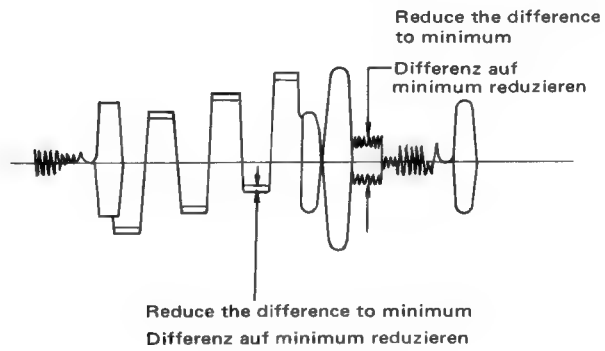

Fig. 39 Abb. 39
4. Adjust DL adj. control (R622) to reduce B-Y signal to zero as in fig. 39.
5. Adjust DL matching transformers L608 and L609 to reduce the difference of 1H and 2H signal to zero as in fig. 39.
4. Mit dem Regler der Verzögerungsleitung (R622) das B-Y-Signal auf Null bringen wie in Abb. 39.
5. Den Anpaßtrafo der Verzögerungsleitung (L608, L609) so abgleichen, daß die Differenz zwischen den Signalen 1 H und 2 H zu Null wird. (s. Abb. 39)